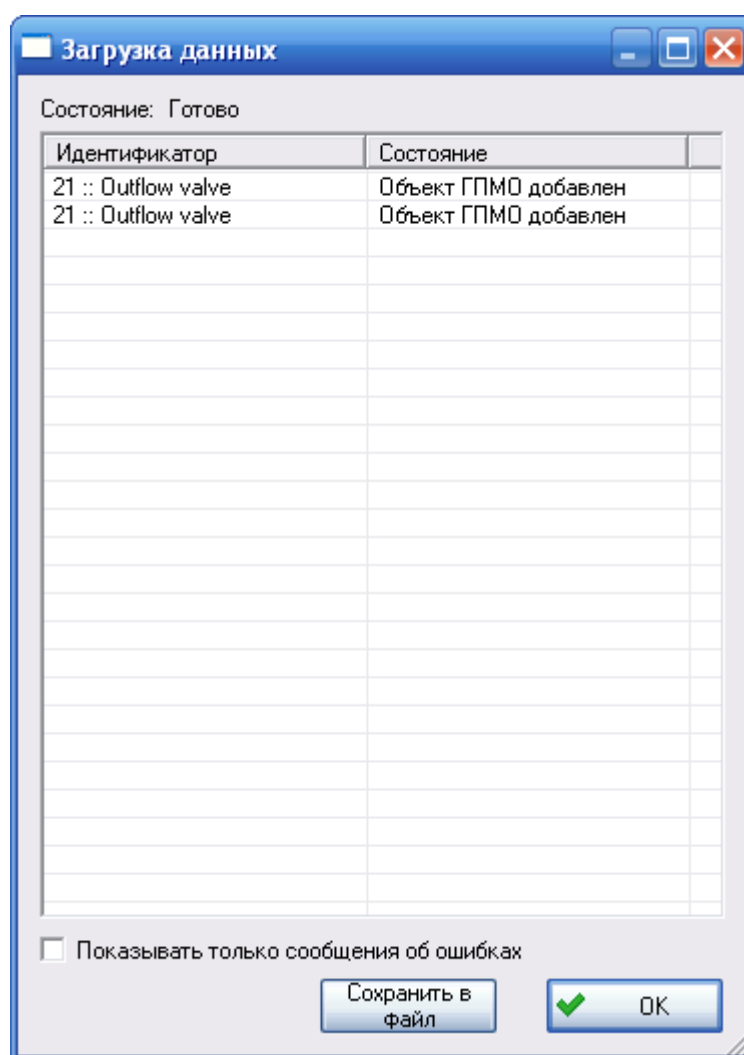

Рис. 11-5
4. При завершении процедуры импорта появится окно, содержащее результаты импорта (рис. 11-5). Если код по АТА из обменного файла не найден в БД АЛП, то выводится запись «Не найден код по АТА».